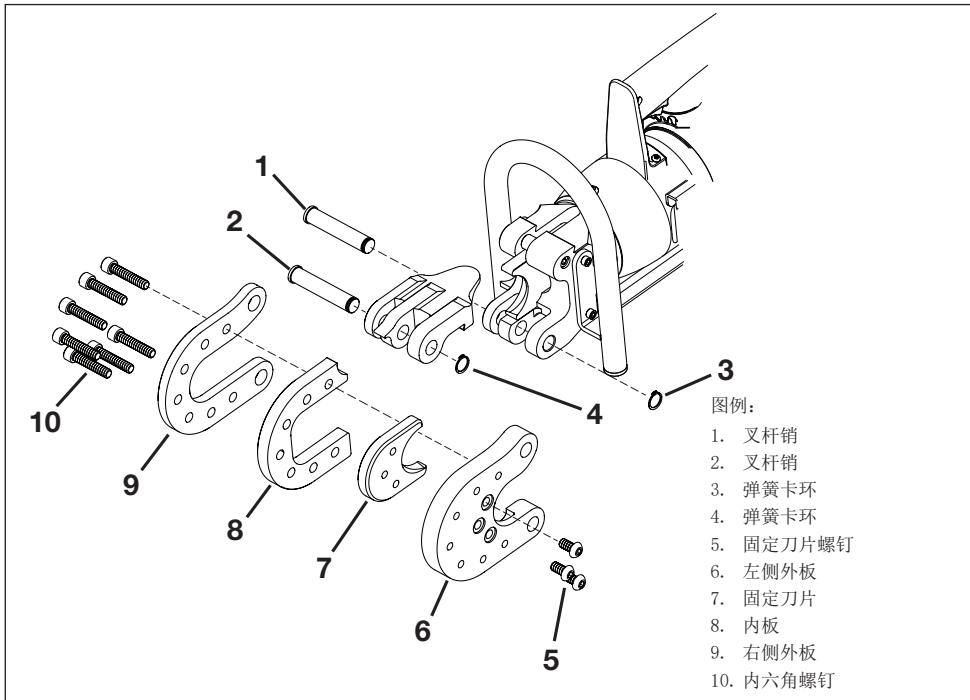

图 12，固定刀片更换
请按下述步骤更换固定刀片。参见图 12、第 1、2 和第 3 项。
5. 拆卸弹簧卡环（图 12，第 3、4 项）。拆卸叉杆销（图 12，第 1、2 项）和切割头（图 12，第 5 - 10 项）。
6. 拆卸七个内六角螺钉（图 12，第 10 项）。
7. 拆分左侧外板（图 12，第 6 项）、内板（图 12，第 8 项）和右侧外板（图 12，第 9 项）。
8. 拆卸固定刀片的三个螺钉（图 12，第 5 项）和刀片（图 12，第 7 项）。
9. 使用三个固定刀片螺钉（图 12，第 5 项）将新的固定刀片（图 12，第 7 项）安装到左侧外板（图 12，第 6 项）之上，扭矩为 37 ft-lb [50 Nm]。还应涂抹乐泰243 螺纹锁固胶或同类产品。
10. 使用七个内六角螺钉（图 12，第 10 项）将左侧外板（图 12，第 6 项）、内板（图 12，第 8 项）和右侧外板（图 12，第 9 项）组装到一起。扭矩为 37 ft-lb [50 Nm]。还应涂抹乐泰243 螺纹锁固胶或同类产品。
11. 使用叉杆销（图 12，第 2 项）和弹簧卡环（图 12，第 4 项），将弹簧卡环固定至切割头。
12. 使用叉杆销（图 12，第 1 项）和弹簧卡环（图 12，第 3 项），将切割头（图 12，第 5-10 项）固定至工具主体。